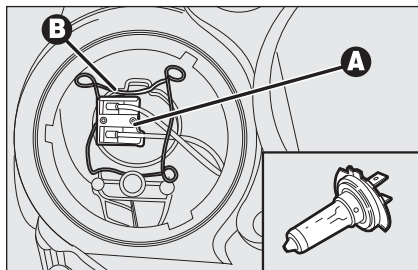

fig. 26
- ☐ scollegare il connettore elettrico **A-fig. 26**;
- ☐ rimontare la nuova lampada quindi riagganciare la molletta fermalampada **B-fig. 26**;